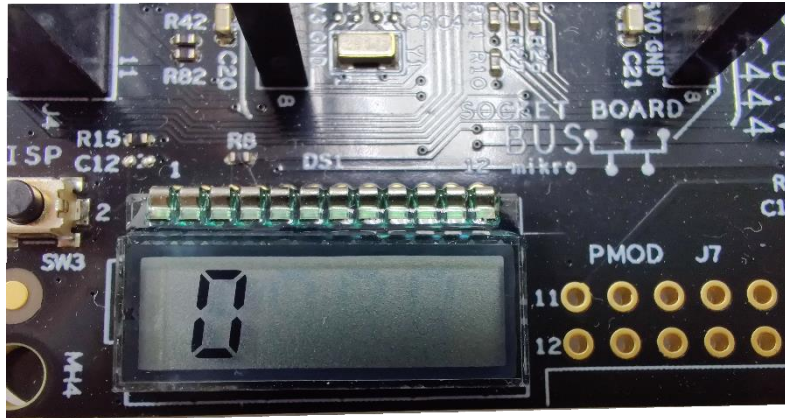

图7. 运行模式
4. 初始功耗模式为运行模式。对于运行模式，SLCD显示“0”，如图7所示。